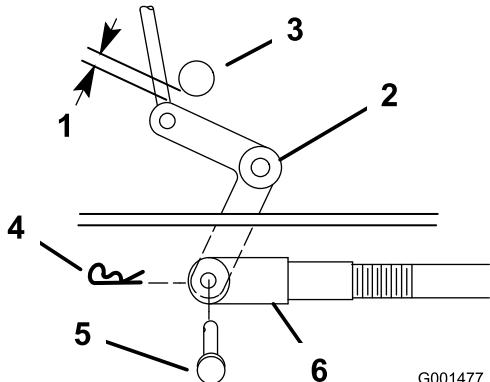
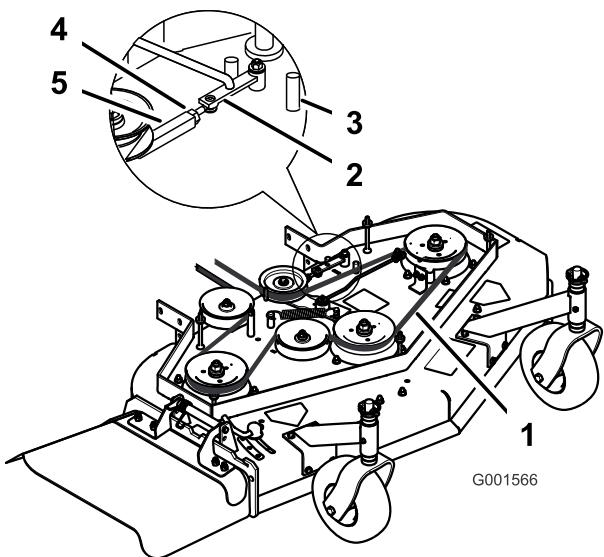

Figura 42
Figura 43
- Compruebe la distancia entre la palanca acodada y el eje de salida de la transmisión (Figura 42).
- Gire la horquilla en el sentido de las agujas del reloj para aumentar la distancia; gírela en el sentido contrario para reducirla (Figura 42).
Nota: Si el brazo no entra en contacto con el tope delantero de la plataforma del cortacésped (Figura 43), ajuste la horquilla para acercar la palanca acodada al eje de salida de la transmisión (Figura 42).